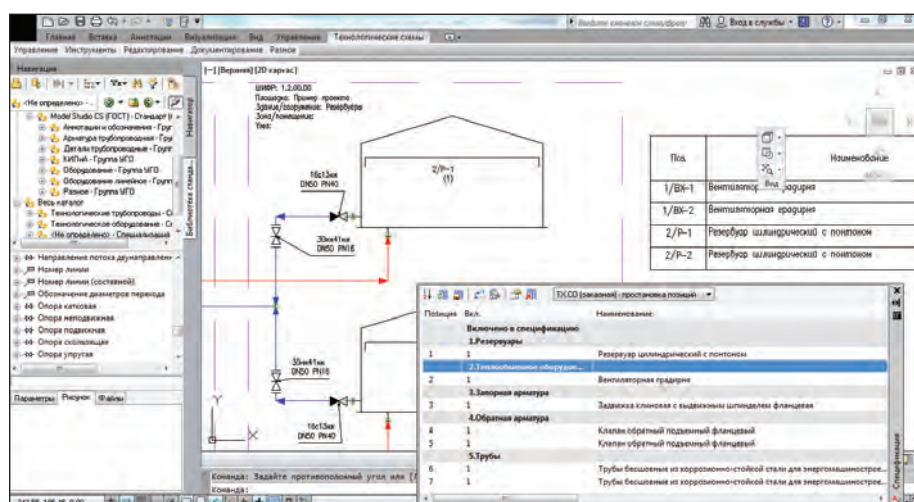

Рис. 15. Чертеж со схемой, экспликацией и интерактивной спецификацией
Простановка обозначений в примере (рис. 15) выполнялась на основе шаблонов, сохраненных в базе данных и включенных в стандартную поставку Model Studio CS. Для надписывания оборудо-
Чтобы наглядно показать единство информационной модели, на рис. 15 одновременно представлены надписанный резервуар "2/P-1 (1)", таблица экспликации с тем же обозначением "2/P-1" и интерактивная спецификация, где в заказной спецификации видна позиция (1) для этого оборудования. Встроенный генератор таблиц позволяет работать с моделью в табличной форме, автоматически получая готовые документы для оформления чертежей или передачи заказчику. Генератор формирует таблицы в популярных форматах Microsoft Word (рис. 14), Microsoft Excel, AutoCAD (рис. 15) и других.